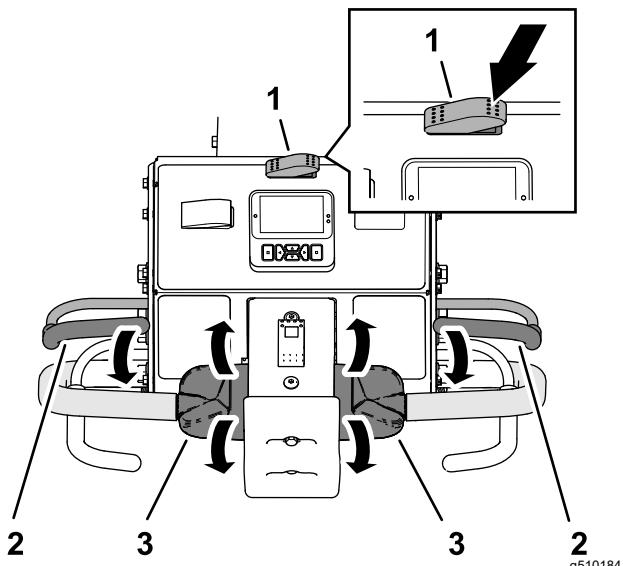

図 80
- 移動走行・エアレーションスイッチの右側を押してエアレーション位置にする図 80。
- 左または右のハンドルバーとオペレータベイルをつかんで図 80 ベイルを握り込む。